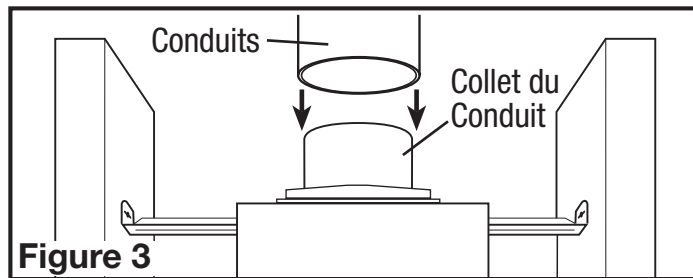

Figure 3
- Raccorder le conduit au collet de conduit du ventilateur (Figure 3). Fixer en place à l'aide de ruban ou de serre-joint. Toujours évacuer le ventilateur vers l'extérieur au travers de chapeau mural ou de toit. Il est recommandé que les raccords d'extrémité basse de restriction sont utilisés.